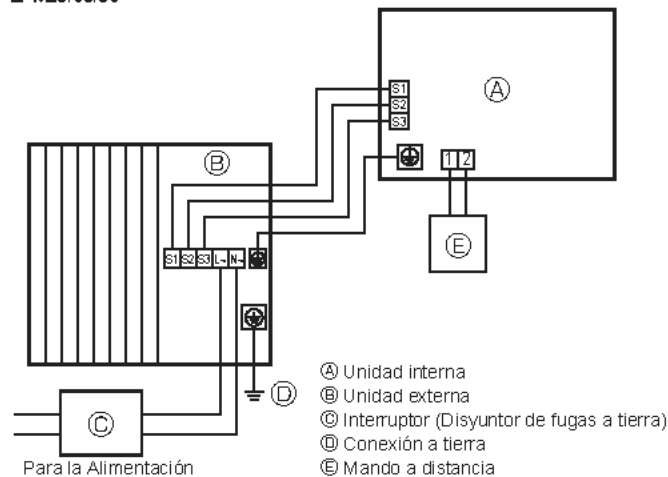
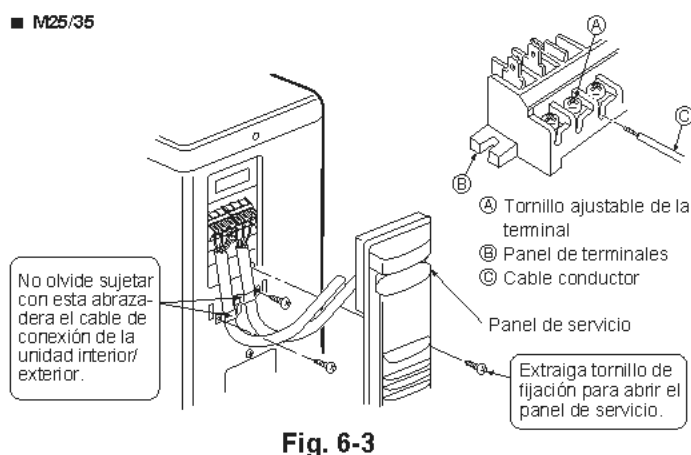
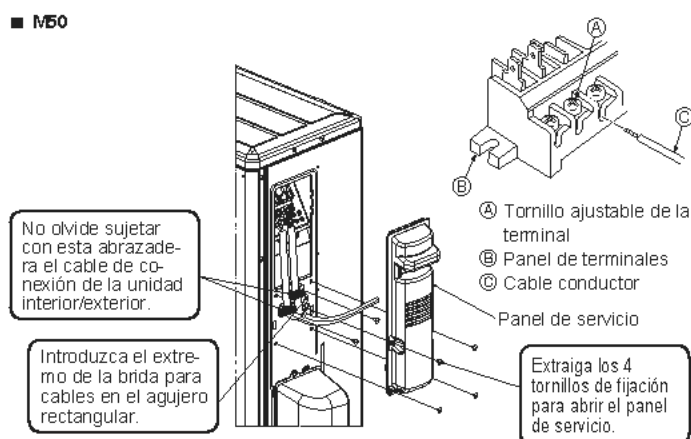
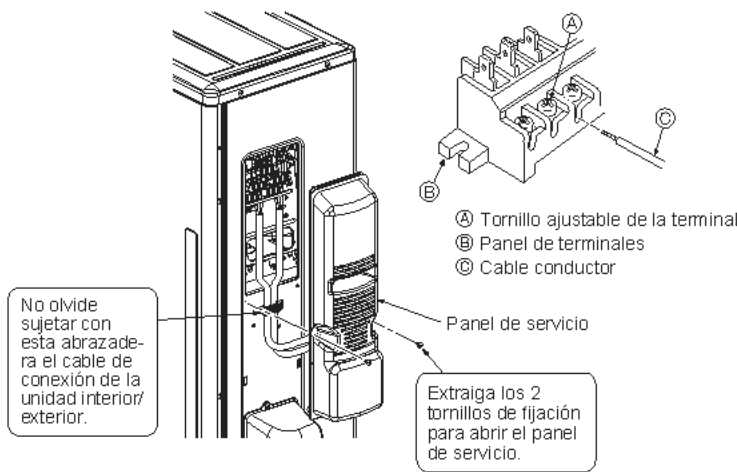

Fig. 6-1
Fig. 6-3
Fig. 6-4
Fig. 6-5
6.1. Unidad exterior (Fig. 6-1, Fig. 6-2, Fig. 6-3, Fig. 6-4, Fig. 6-5)
- ① Retire el panel de servicio.
- ② Conecte los cables de acuerdo con la Fig. 6-1, Fig. 6-2, Fig. 6-3, Fig. 6-4 y la Fig. 6-5.